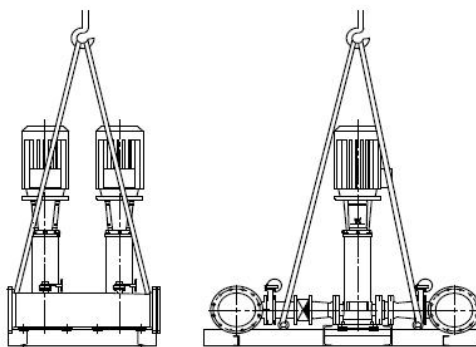

Рис. 7. Правильный подъём установок Hydro AT
**Внимание!** При подъёме установок Hydro AT с вертикальными насосами никогда не пользуйтесь болтами электродвигателей. Не следует поднимать установку за коллекторы. Правильный способ подъёма представлен на Рис. 7.